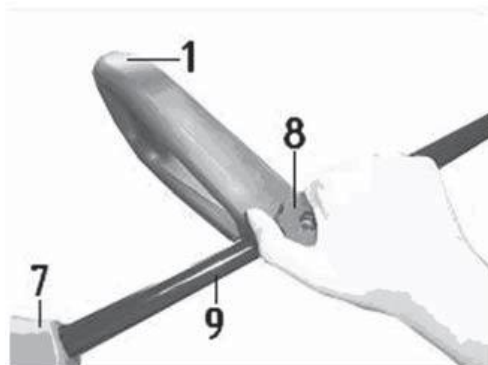

Рис. 3
7.1 Установка дополнительной рукоятки (Рис.3)